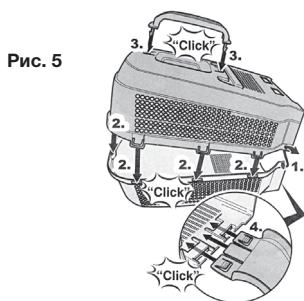

Рис. 5
6. Соберите травосборник (рис. 5):